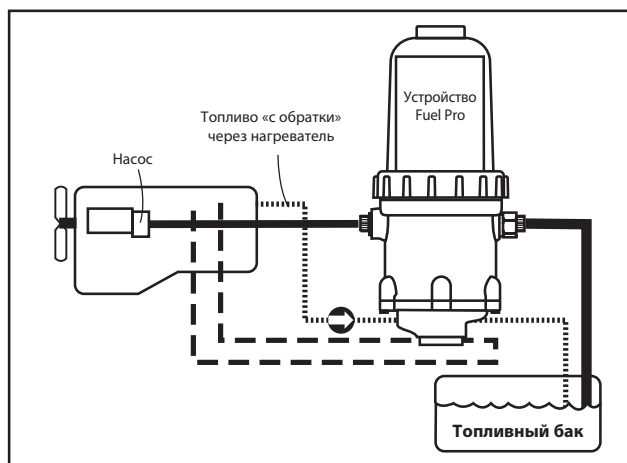

Рис. 1 – Схема соединений устройства Fuel Pro
- Проложите подающий топливопровод от топливного бака к впускному штуцеру устройства Fuel Pro (см. Рис. 1). Проложите топливопровод от выпускного штуцера устройства Fuel Pro к впускному штуцеру топливного насоса. Установите устройство Fuel Pro в подающий топливопровод. Используйте топливопроводные фитинги M22x1,5 для метрических единиц и 1/2"-14 NPTF для британских единиц измерения. Топливопроводные фитинги не включены в комплект устройства Fuel Pro. При необходимости, используйте дополнительные элементы топливопровода.
3. Проложите подающий топливопровод от топливного бака к впускному штуцеру устройства Fuel Pro (см. Рис. 1). Проложите топливопровод от выпускного штуцера устройства Fuel Pro к впускному штуцеру топливного насоса. Установите устройство Fuel Pro в подающий топливопровод. Используйте топливопроводные фитинги M22x1,5 для метрических единиц и 1/2"-14 NPTF для британских единиц измерения. При необходимости, используйте дополнительные элементы топливопровода.
Для использования охлаждающей жидкости двигателя для подогрева устройства Fuel Pro, подсоедините шланг от стороны высокого давления системы охлаждающей жидкости двигателя к основанию нагревателя устройства Fuel Pro. Любой канал нагревателя может работать как впускной штуцер. Проложите другой шланг от основания нагревателя к каналу низкого давления системы охлаждающей жидкости. ЗАПРЕЩАЕТСЯ подсоединять шланги к системе обогрева кабины. (См. Рис. 1).